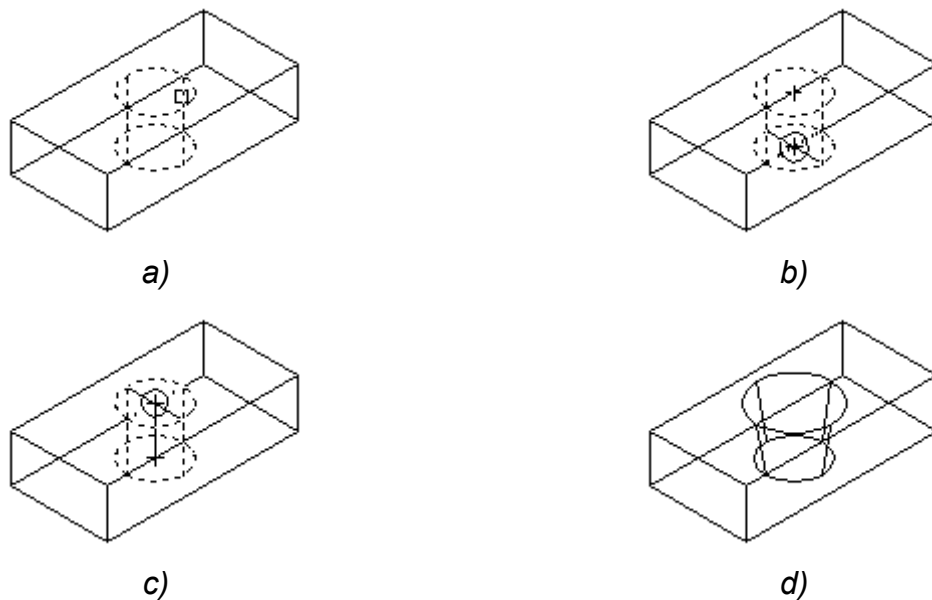

Fig. 47
2. Seleccionar las caras que se desean inclinar (*Select faces*) (Fig. 47 a).
3. Especificar el primer punto del vector dirección (*Specify the base point*) (Fig. 47 b).
4. Especificar el segundo punto del vector dirección (*Specify another point along the axis of tapering*) (Fig. 47 c).